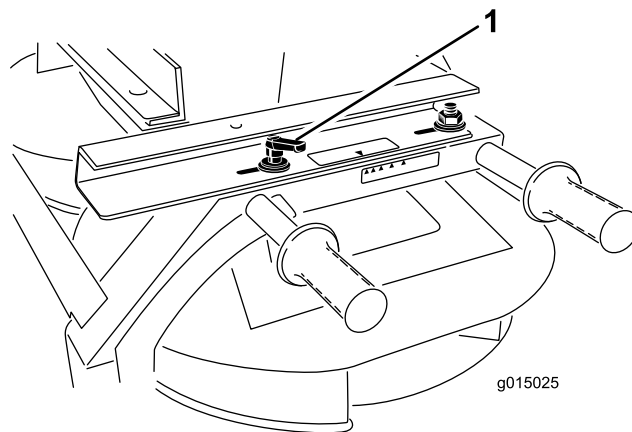

Figura 5
1. Allentate la maniglia su ogni lato dello spargitore doppio (Figura 5).